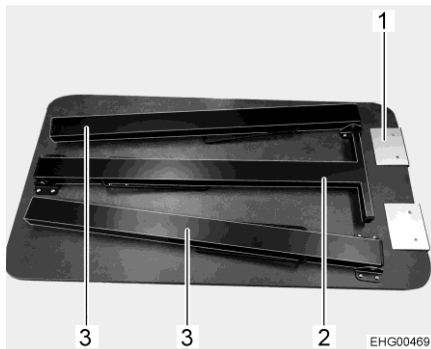

Bild 12 Bord (bordsben infällt)
- Haka fast kortsidan (Bild 12,1) på bordet i skenan i köksområdet.
- Fäll ut det mittre bordsbenet (Bild 12,2).
- Fäll ut alla 3 bordsbenen (Bild 12,2 och Bild 12,3).